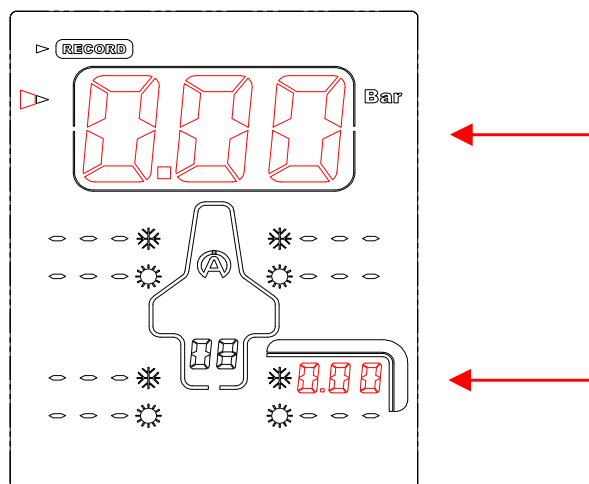

Figure 2
- 2) Avec le bouton  ou  sélectionnez le « **CADRAN** » (figure 2)
Sur l'exemple (figure 2), le Tyrecontrol est prêt à enregistrer, la première capture dans le Set « 08 » avant course ❄, (« Set » libre) en commençant par le pneu arrière droit.